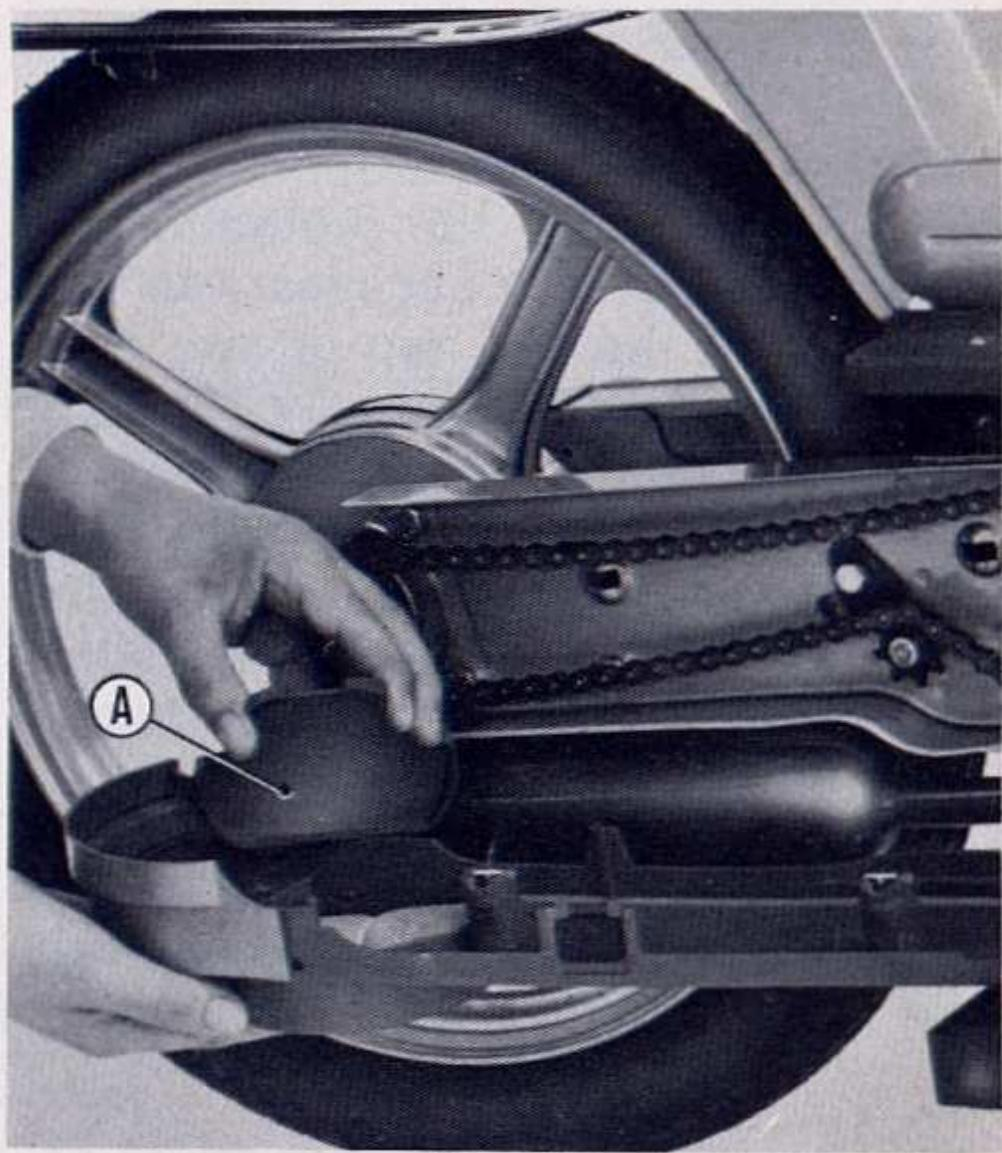

Fig. 11
**Note - The tools for dismantling and adjusting operations** (1 open-ended wrench 7-10 mm. with screwdriver; 1 open-ended wrench 10-11-13 mm., 1 box-wrench 17-21 mm.) are contained in a special box located under the luggage carrier for « Ciao »; on the rear end of the chassis for « Bravo » mopeds. On « Sì » mopeds the mentioned box is located inside the R. H. cover of the swinging arm: for taking off it dismantle the cover by acting as indicated at page 66 until the cover « A » (see fig. 11) is removed.
Sur les cyclomoteurs « Sì » la boîte susdite est placée dans l'intérieur du carter droit du bras oscillant: pour la sortir démonter le carter en agissant comme indiqué à page 66 jusqu'à enlever le couvercle « A » (fig.11).
En los ciclomotores « Sì » la caja sobredicha se halla en el interior de la tapa derecha del brazo oscilante: para extraerla desmontar la tapa actuando como indicado en la pág. 67 hasta quitar el casquete « A » ilustrado en la fig. 11.